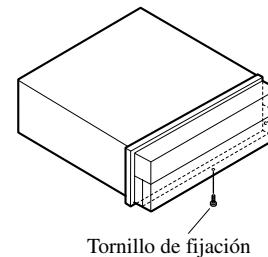

Fig. 20
- Fije el panel delantero a la unidad utilizando los tornillos de fijación después de quitar el panel delantero. (Fig. 20)**